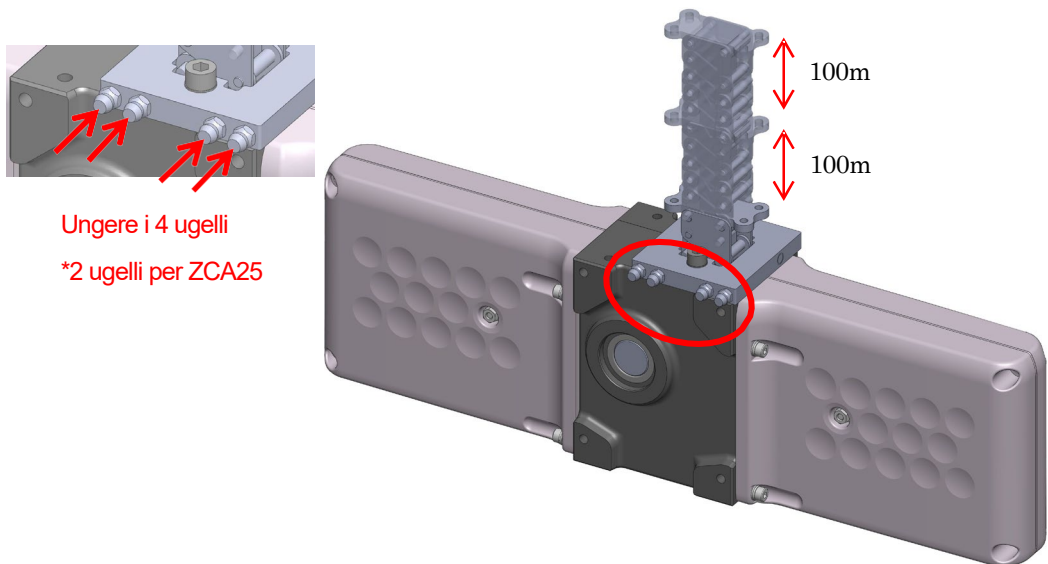

Fig. 28 Metodo per lubrificare con gli ugelli (la figura mostra ZCA35)
9.5.2 Step di lubrificazione (See Fig. 28)